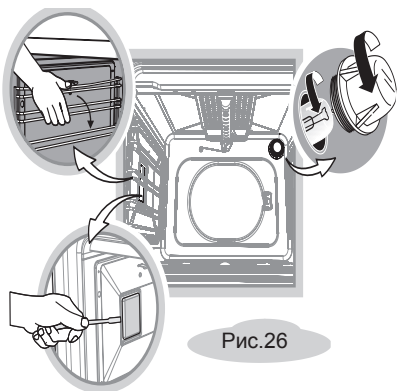

Рис.26
- Откройте стеклянный плафон (рис. 26).
- Плафон боковой подсветки, при наличии, снимается с небольшим усилием. (рис. 26).